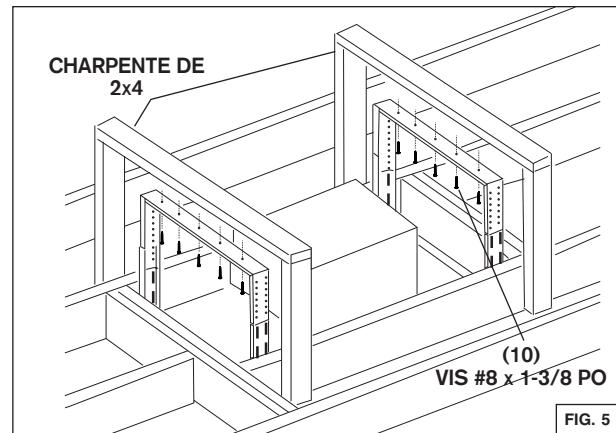

FIG. 5
3. Fixer chaque châssis du support télescopique à la charpente du support de la hotte à l'aide de 10 vis # 8 x 1-3/8 po fournies. Se référer à la FIG. 5.